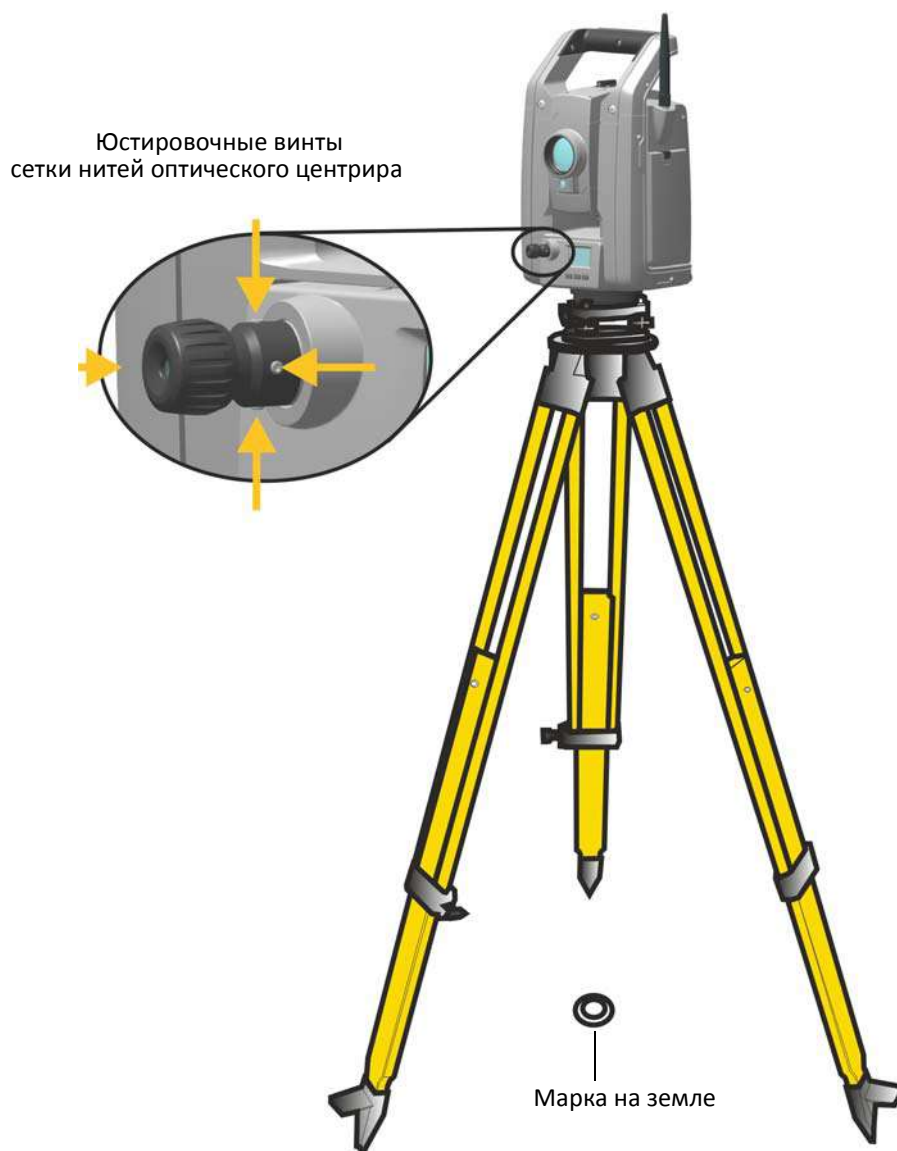

Рисунок 4.10. Юстировка оптического центра
1. Установите инструмент и выставьте его по уровню его над маркой на земле так, чтобы высота штатива составляла 1,5 м ( $\pm 0,1$  м). См. рис. 4.10.